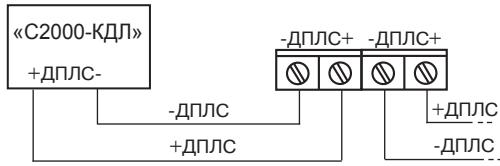

Рисунок 3 – Схема подключения извещателя
6.10 Выполните подключение извещателя к ДПЛС (рисунок 3) в соответствии с инструкцией по эксплуатации контроллера «С2000-КДП», закрепите провода винтами и установите крышку на место.